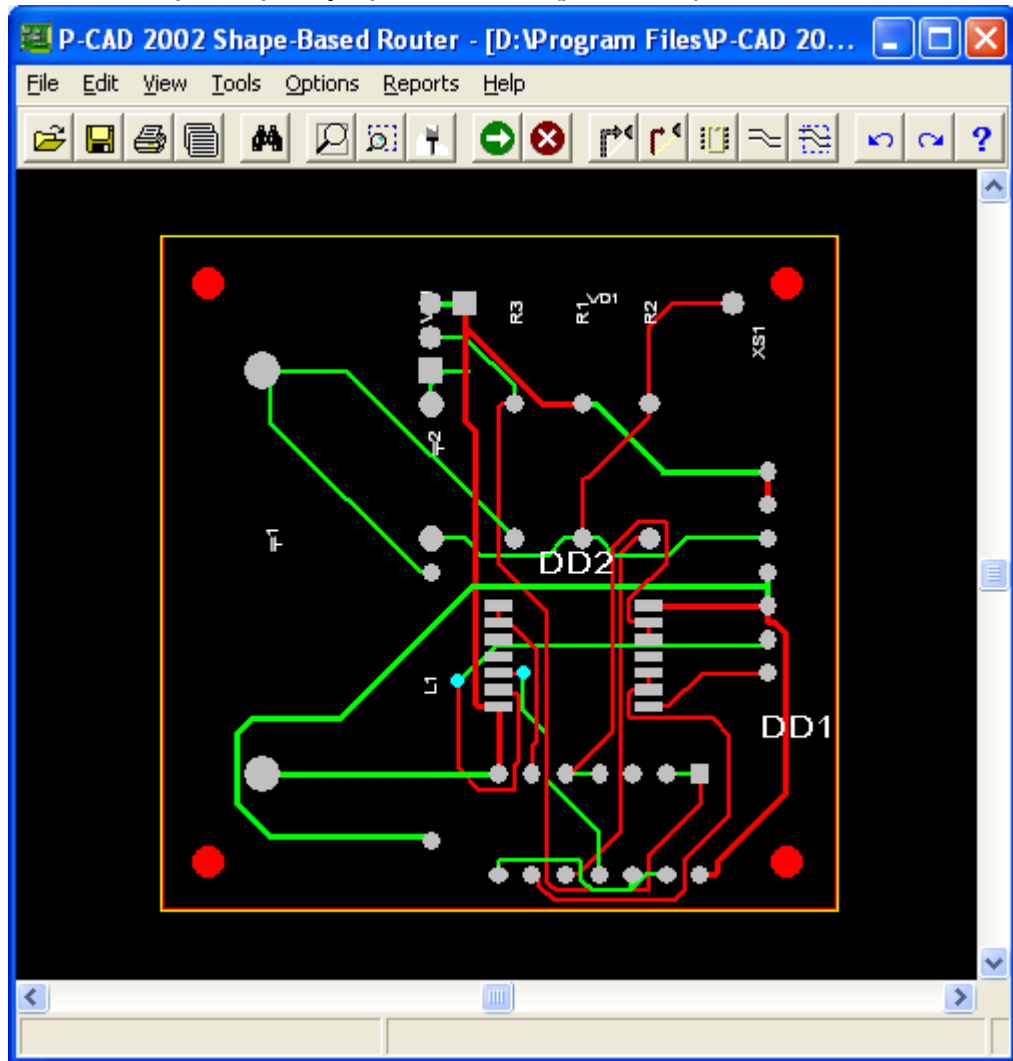

Рисунок 3.23 - Вариант трассировки ПП программой *P-CAD Shape Route*
- Для трассировки ПП выполнить команды **Tools/Start Autorouter**. Программа выполнит трассировку проводников (рис. 3.23).